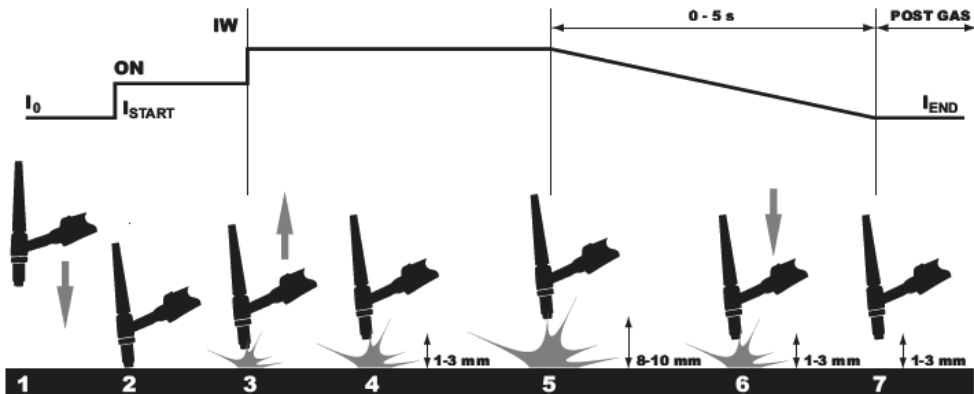

Bild 1: Verlauf des LIFT-WIG Schweißprozesses
4.6.1 LIFT-WIG Schweißvorgang (Bild 1)